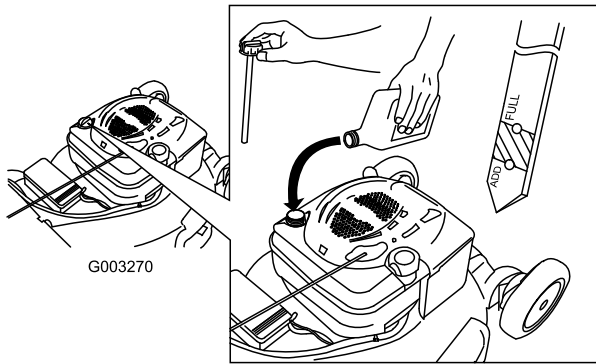

Figura 37
- Vierta **lentamente** aceite en el tubo de llenado hasta que el nivel llegue a la marca "Full" (lleno) de la varilla (Figura 37). **No llene demasiado.** (Capacidad máxima: 0,59 l (20 onzas), tipo: SAE 30W, aceite detergente con clasificación de servicio API SF, SG, SH, SJ, SL o superior.)